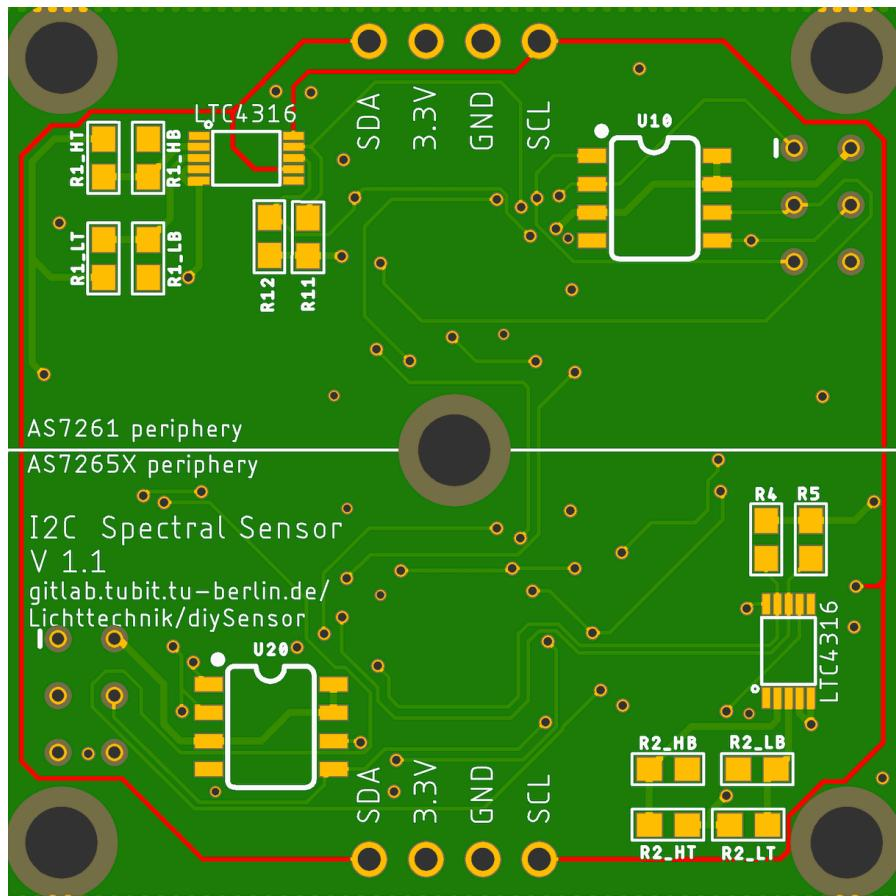

Abbildung 15: Rückseite des Sensorboards I2C Leitungsverlauf in Rot
**I2C Lanes:** Die I2C Leitungen haben ihren Ursprung auf der Adapterplatine und werden mithilfe der seitlichen Steckverbinder über die Sensorboards durchgeschleift. Die maximal mögliche Länge einer I2C Leitung hängt von der Länge der Leitungskapazität sowie äußeren Störeinflüssen ab. Die Data und die Clock Leitung sind möglichst weit von anderen Datenleitungen, also auch von einander entfernt platziert, da so Störeinflüsse durch elektromagnetische Felder minimiert werden. Außerdem wurde darauf geachtet, dass die beiden Leitungen auf den Platten die gleiche Länge haben, da sich sonst die Differenzen der Leitungslänge mit jeder angeschlossenen Platine addieren und es zu Timing Differenzen zwischen der Daten und Clock Leitung kommt. Der Verlauf der Leitungen ist in Abbildung 15 und 14 Rot gekennzeichnet.